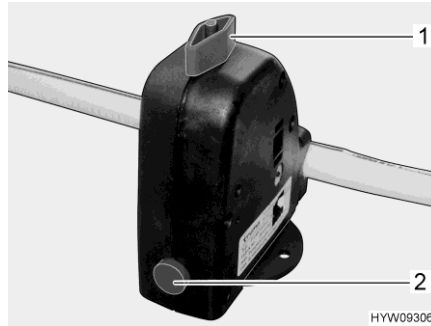

Bild 89 Sicherheits-/Ablassventil (Boiler)
Der Boiler ist mit einem Sicherheits-/Ablassventil (Bild 89) ausgestattet. Das Sicherheits-/Ablassventil verhindert, dass das Wasser im Boiler einfriert, wenn bei Frost die Heizung nicht eingeschaltet ist.
- Sicherheits-/Ablassventil schließen. Dazu den Drehknopf (Bild 89,1) quer zum Sicherheits-/Ablassventil drehen und den Druckknopf (Bild 89,2) hineindrücken.
- Sicherheits-/Ablassventil öffnen. Dazu den Drehknopf (Bild 89,1) längs zum Sicherheits-/Ablassventil drehen. Der Druckknopf (Bild 89,2) springt heraus. Der Boiler wird über das Sicherheits-/Ablassventil nach außen entleert.